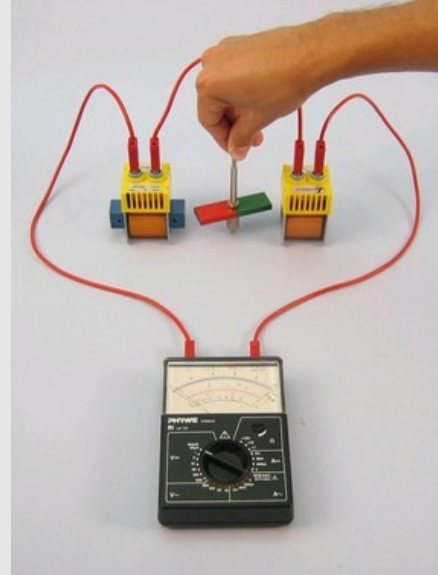

Abb. 3
- Schiebe einen I-Kern in eine der Spulen (vgl. Abb. 3) und drehe den Magneten erneut. Beobachte das Messinstrument. Notiere Deine Beobachtungen unter "Ergebnis - Beobachtungen 2" im Protokoll.